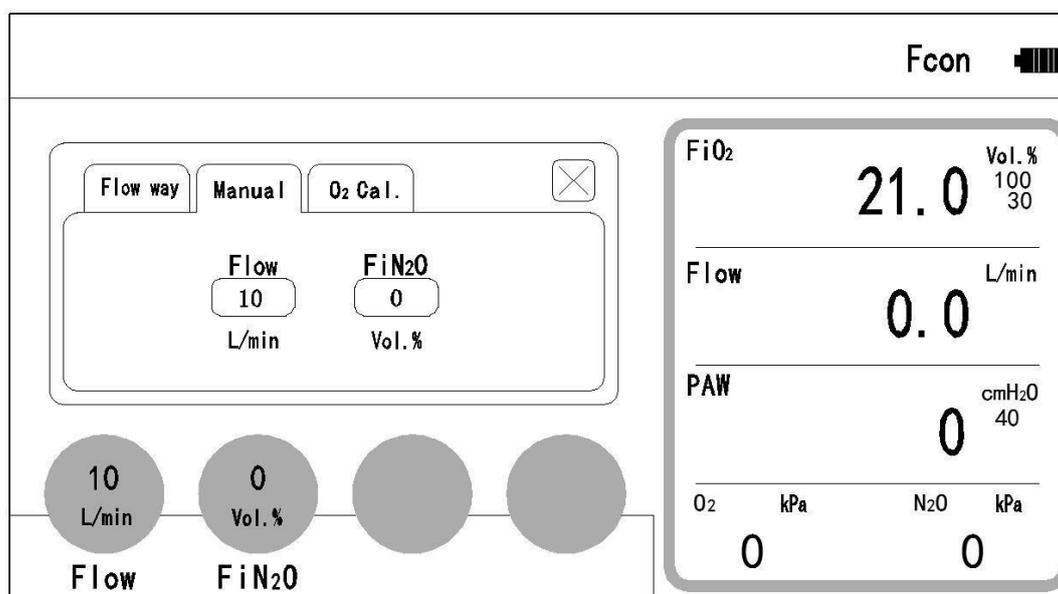

Рис. 21 Панель ручной настройки вентиляции
- Переведите кнопку (п. 7 на Рис. 15) в ручное положение, нажмите на неё (п. 7 на Рис. 15), чтобы перейти к ручной настройке вентиляции (см. Рис. 21);